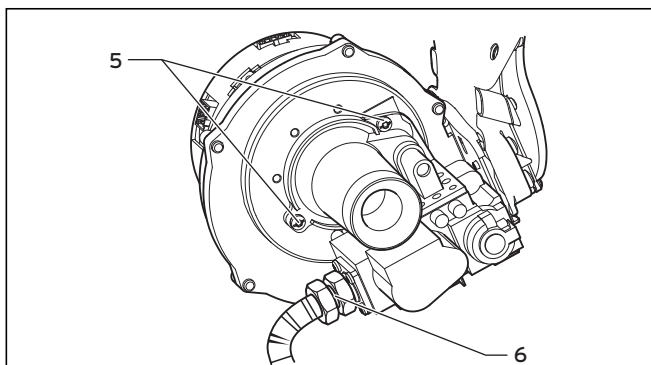

Fig. 12.3 Raccordo filettato valvola del gas/ventilatore
- Staccare il condotto del gas dalla valvola del gas (6, fig. 12.3).